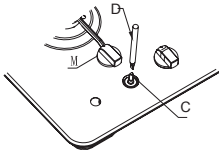

рис.7
- Регулировка положения режима минимального пламени заключается в следующем (рис. 7):